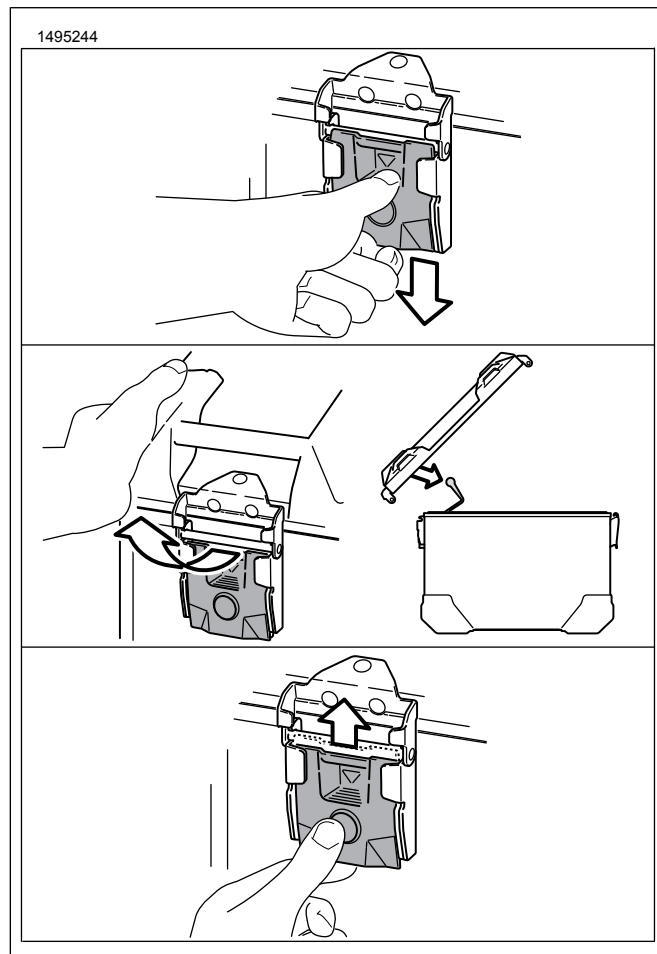

Figure 5. Retrait du couvercle
1. Figure 5 Enfoncez la fixation rapide jusqu'à ce que le déclic se fasse entendre et que le bouton ressorte.